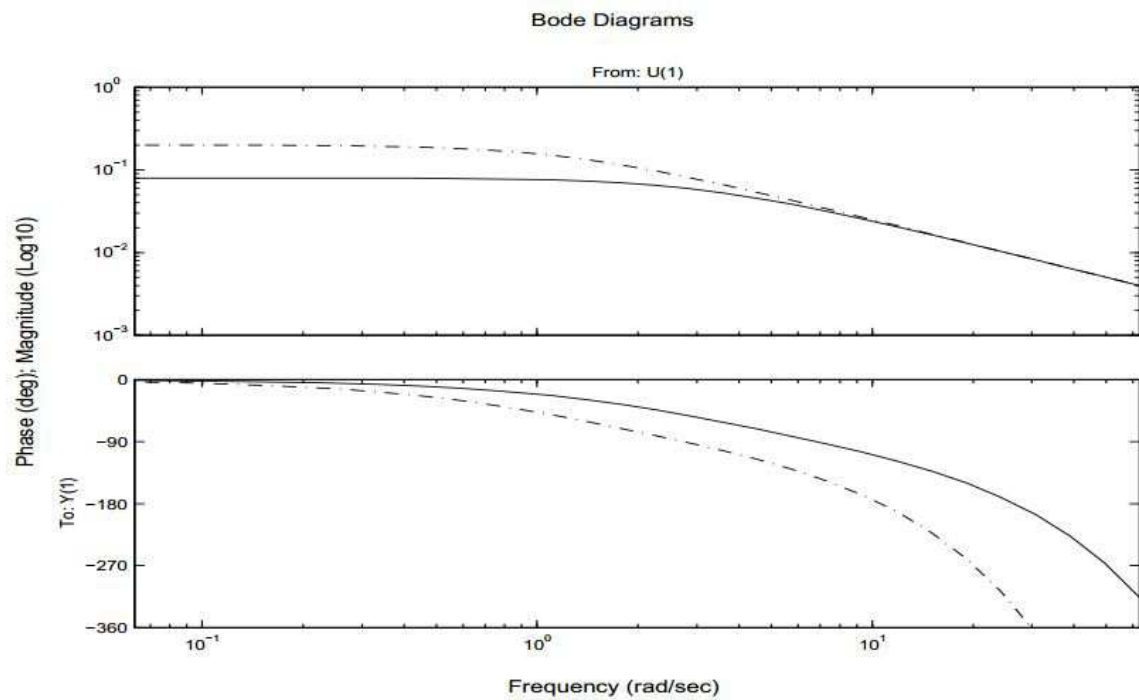

Figura 12: Diagrama de Bode do Exercício 22.
22. A partir do diagrama de Bode da Figura 12 abaixo responda: